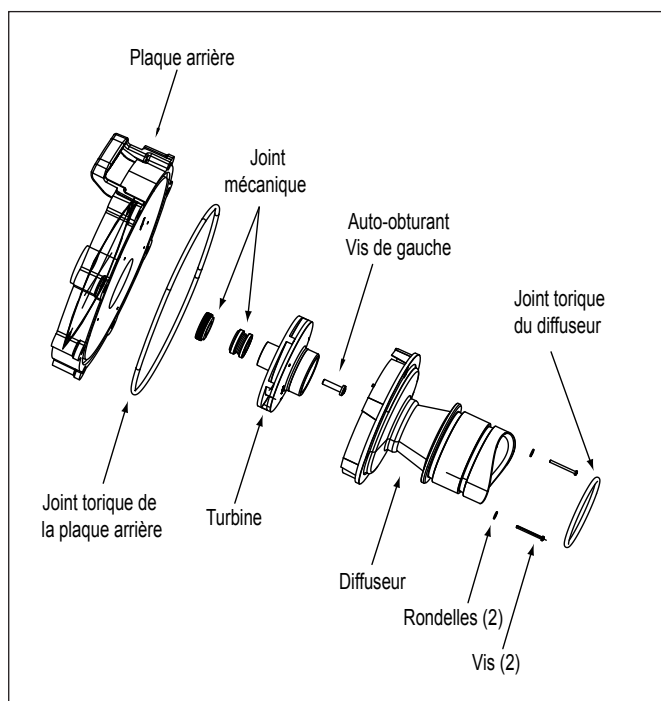

Figure 17. Vue éclatée de la plaque arrière, de la turbine, du diffuseur, du joint mécanique
**REMARQUE** Se référer à la Figure 17 pour une illustration de l'emplacement du joint d'étanchéité mécanique et de la turbine.